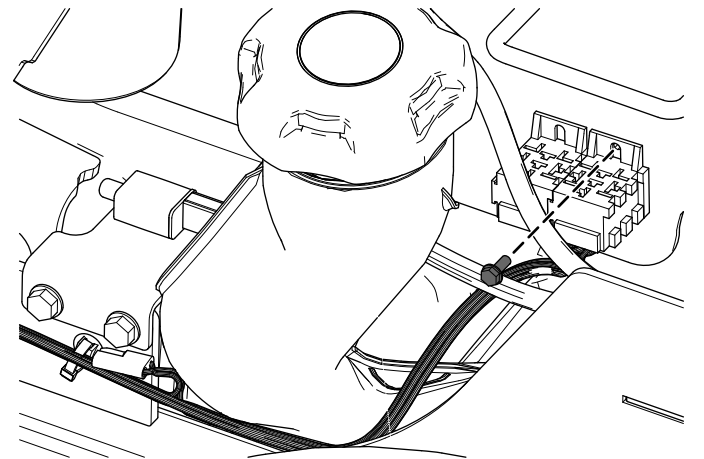

Figura 20
4. Sujete el arnés de cables cerca de los relés usando el tornillo autorroscante Taptite (Figura 20).